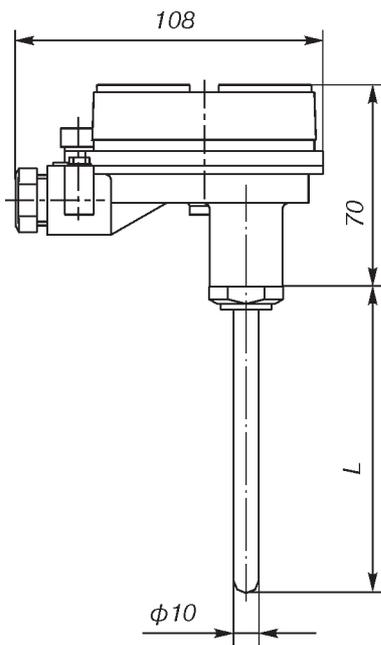

Рис.7.
(ост.см.рис.7)
- 07** по рис.7